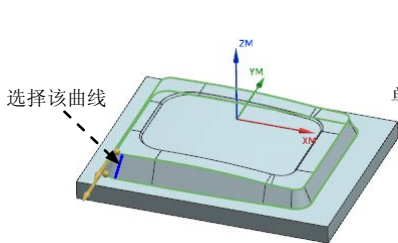

图 6.19 选择曲线
Step2. 单击“流线驱动方法”对话框中交叉曲线区域的按钮，在图形区中选取图 6.19 所示的曲线，此时在图形区中生成流曲线。